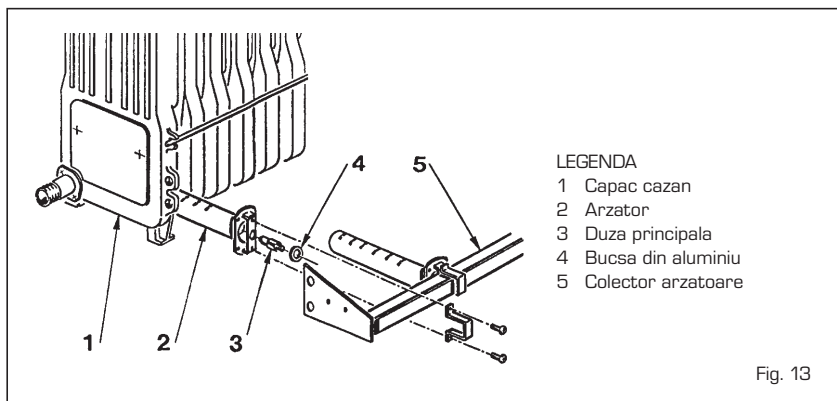

Fig. 13
- Asigurati-va ca partea superioara perforata a arzatoarelor sa nu fie acoperita de depuneri (fig. 13).